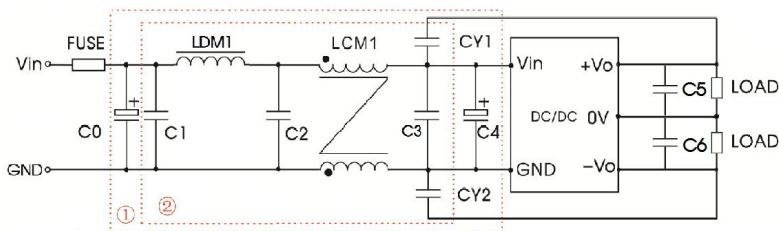
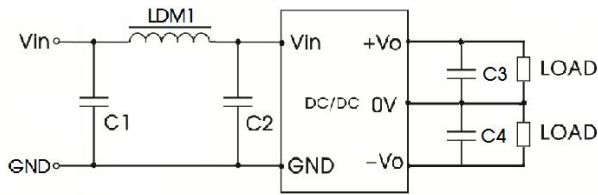

图 3
图 4
辐射骚扰	CISPR32/EN55032 CLASS B (推荐电路见图 3-②)/CLASS A (推荐电路见图 4)
脉冲群抗扰度	IEC/EN61000-4-4 ±2KV (推荐电路见图 3-①) perf. Criteria B
浪涌抗扰度	IEC/EN61000-4-5 line to line ±2KV (推荐电路见图 3-①) perf. Criteria B
注：图 3 中第①部分用于 EMC 测试；第②部分用于 EMI 滤波，可依据需求选择。